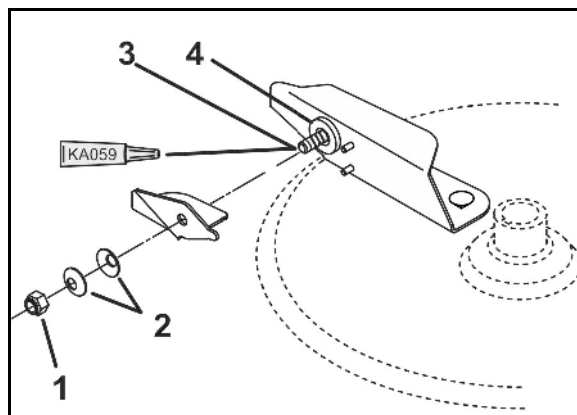

Fig. 91
- 2 x 8 skruer til bladfjedre (Fig. 91/1)